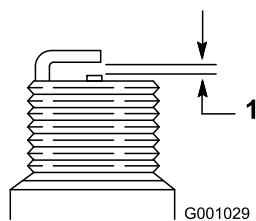

Figure 58
4. Réglez l'écartement des électrodes de la nouvelle bougie à 0,76 mm (0,030 po) (Figure 58).